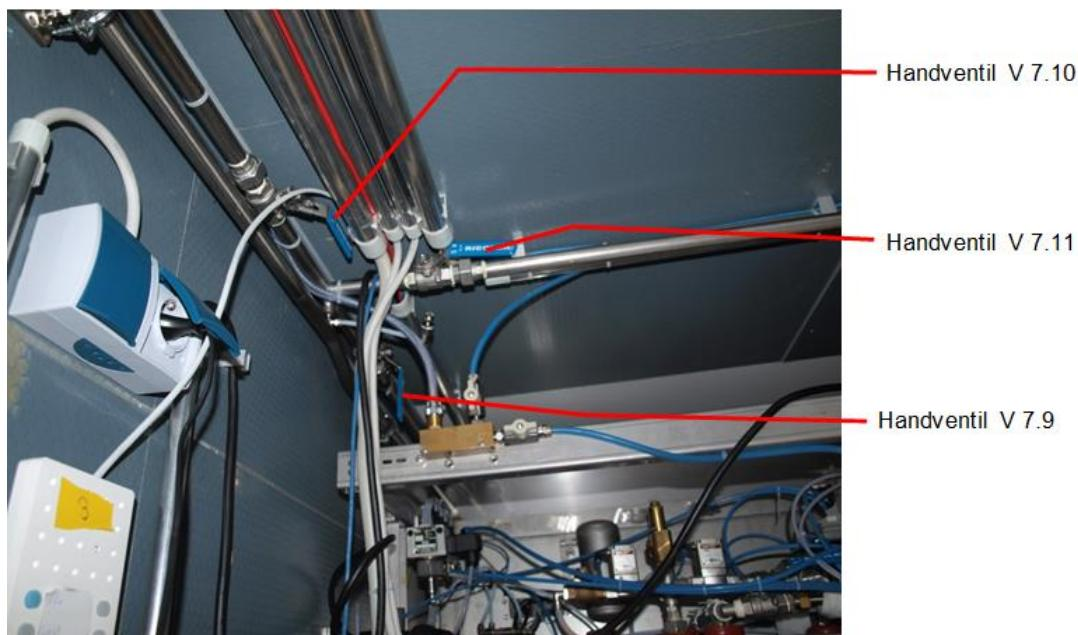

Abb. 5: Handventile VE-Wasserzulauf
- ◆ Schließen Sie die drei Kugelhähne für den VE-Wasserzulauf (Abb. 5).
- ◆ Öffnen Sie die Kugelhähne für den VE-Wasserzulauf (Abb. 5).
- ◆ Schalten Sie den Hauptschalter an Sterilisator (1) wieder ein.
- Die VE-Wasserzufuhr ist abgesperrt, die Handventile V7.9, V7.10 und V7.11 sind geschlossen (siehe Abb. 5:).
- ◆ Schalten Sie den Hauptschalter am Sterilisator (1) aus.